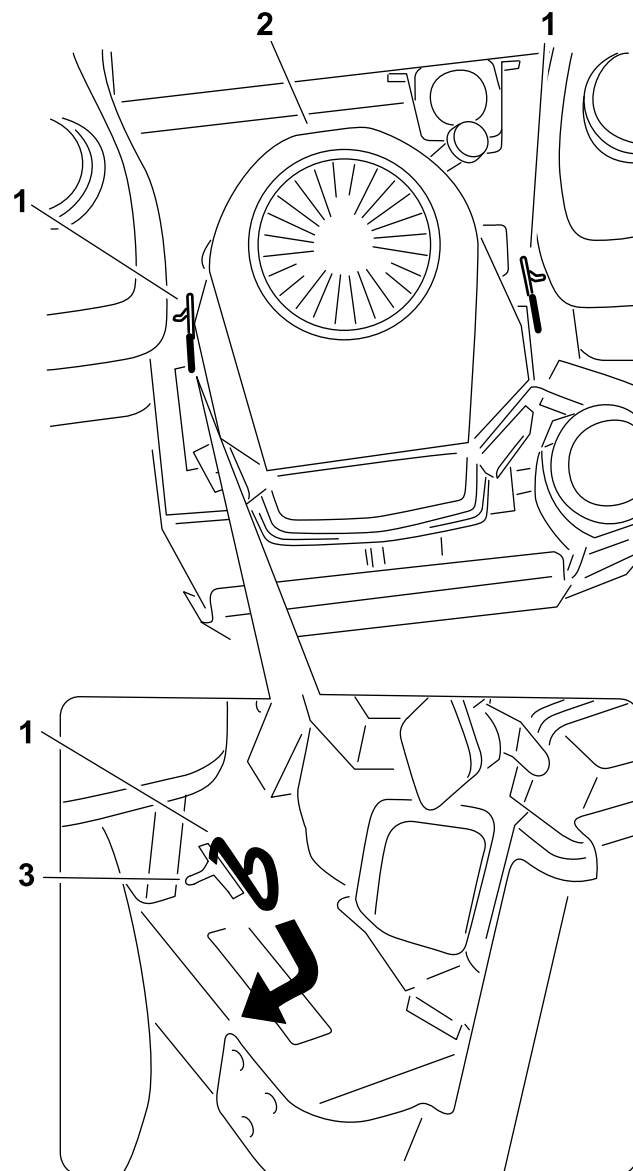

Figure 19
3. Tirez les deux leviers de dérivation en arrière puis poussez-les vers l'extérieur pour les bloquer dans le cran. (Figure 19).
Poussez chaque levier de dérivation vers l'intérieur puis vers l'avant (Figure 19).